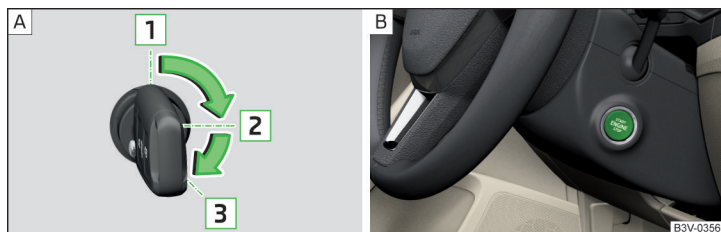

Fig. 251 Posicionamiento de la llave del vehículo en el contacto / Botón de inicio
» fig. 251 - A
➤ Presionar el botón » fig. 251 - B, el encendido es conectado/desconectado.
- En vehículos con **cerradura de encendido**, girar la llave en la posición 3 » fig. 251 de la pág. 209 - A, se realiza el proceso de inicio. Luego suelte la llave, el motor arranca automáticamente.
- En vehículos con **botón de inicio**, presionar brevemente el botón » fig. 251 de la pág. 209 - B, el motor arranca automáticamente.
- En vehículos con **cerradura de encendido**, girar la llave en la posición 1 » fig. 251 de la pág. 209 - A.
- En vehículos con **botón de inicio**, presionar el botón » fig. 251 de la pág. 209 - B, el motor y el encendido son desconectados al mismo tiempo.
➤ Mantener presionado el botón » fig. 251 de la pág. 209 -  o presionarlo dos veces dentro de 1 segundo.